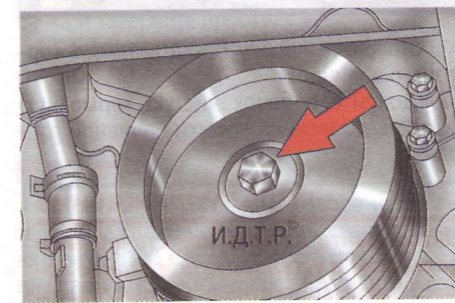

Рис. 4.18. Шкив коленчатого вала и его крепление
14. Выверните болт крепления шкива (рис. 4.18) к носку коленчатого вала и снимите шкив.